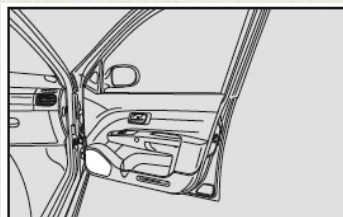

fig. 152
- Bocinas en las puertas delanteras fig. 152.